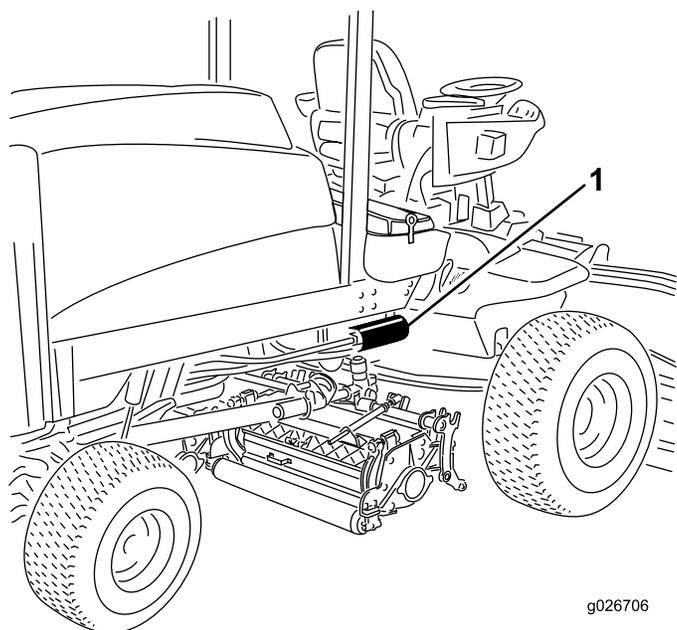

Figure 79
3. Placez un bac de vidange sous le filtre et déposez le filtre (Figure 78 & Figure 79).